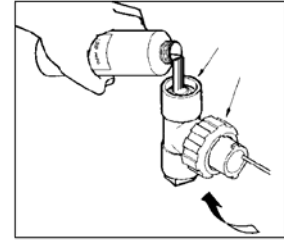

图 19
2. 将传感器安装到校准套件 T 型管中 (参见图 19)。使用低校正溶液冲洗, 然后向 T 型管中重新注入低校正溶液。